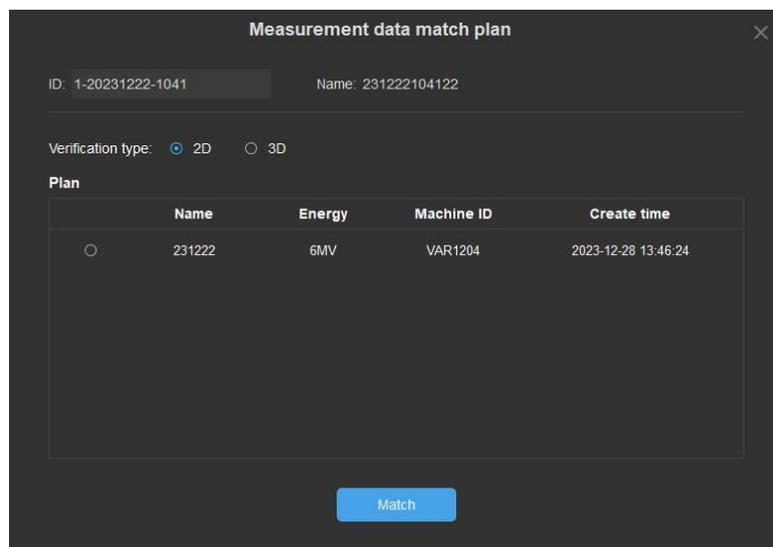

图4-15 选择计划弹窗
(4) 点击菜单中“Measurement data match to”按钮，将弹出以下窗口，如图4-15所示。